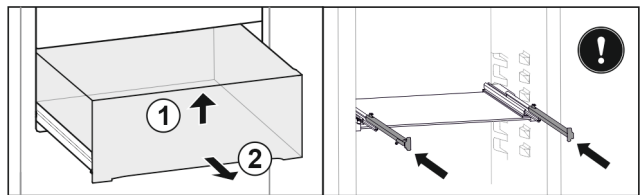

Fig. 22
- ▶ Lade aan de voorkant optillen. Fig. 22 (1)
- ▶ Lade naar voren toe verwijderen. Fig. 22 (2)